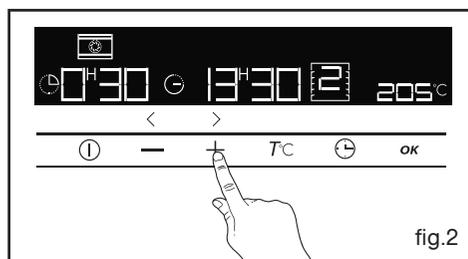

fig.2
- Le symbole minuterie  et 0m00s clignotent (fig.2).